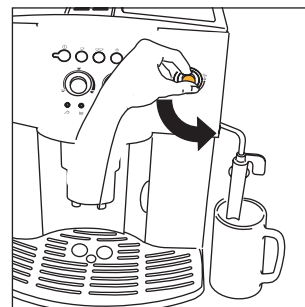
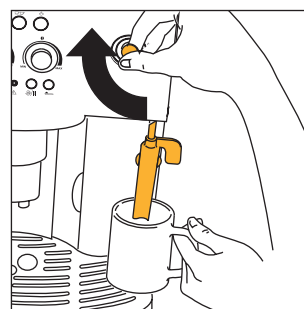
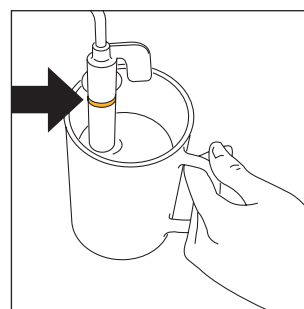

Fig.5
Fig.23
Fig.24
3. **STRAKS EFTER, INDEN DER ER GÅET HØJST 30 SEKUNDER**, drej dampbetjenings knappen mod uret så langt den kan komme (fig. 5) (det er normalt, at maskinen larmer).
- Drej dampbetjeningsknappen en halv gang mod uret så langt den kan (fig. 5): det varme vand løber ud af cappuccinoadapteren og begynder at fylde den nedestående beholder op.
- **Straks efter, inden højst to minutter** (ellers går maskinen automatisk tilbage til funktion kaffebrygning), sænk cappuccinoadapteren ned i mælkebeholderen (fig. 23), men vær opmærksom på ikke at overdække mærket på cappuccinoadapteren (det vises med pilen på fig. 24). Drej dampbetjeningsknappen en halv gang mod uret, så langt den kan komme (fig. 5). (Pas på ikke at skolde sig). På grund af dampen, der løber ud af cappuccinoadapteren, begynder mælken at svulme op og at få et cremet udseende. For at opnå et mere cremeagtigt skum, sænk cappuccinoadapteren ned i mælken, og drej beholderen med langsomme bevægelser nedefra og op. (Det tilrådes at lede damp i højst 2 minutter ad gangen).
- Lad lidt vand eller damp slippe ud i et par sekunder ved at dreje dampbetjeningsknappen mod uret helt i bund (fig. 5). Med denne operation kommer damprøret af med eventuel tiloversbleven mælk. **VIGTIGT:** Af hygiejniske grunde anbefales det altid at foretage denne operation for at undgå at der bliver mælk siddende i de indvendige kredsløb i cappuccinoadapteren.